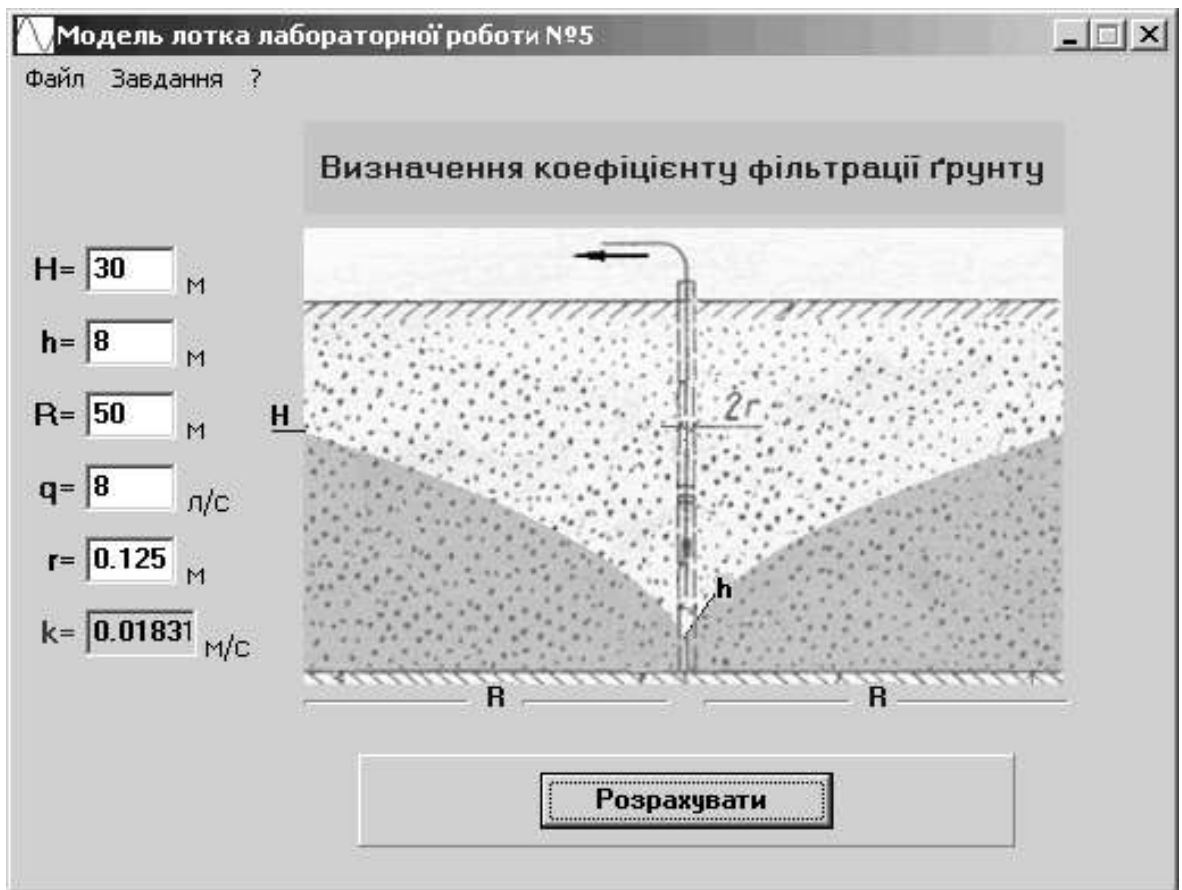

Рис.3.3 Зображення математичної моделі лотка на дисплеї ПК
1.3. Відкрийте файл “Лоток 5” На зображенні математичної моделі лотка, що з’явилося на екрані (рис.3.3), натисніть клавішу “Завдання” і у меню, яке випало з “Завдання”, виберіть №1. При цьому над зображенням лотка з’явиться надпис “Визначення коефіцієнту фільтрації ґрунту”.